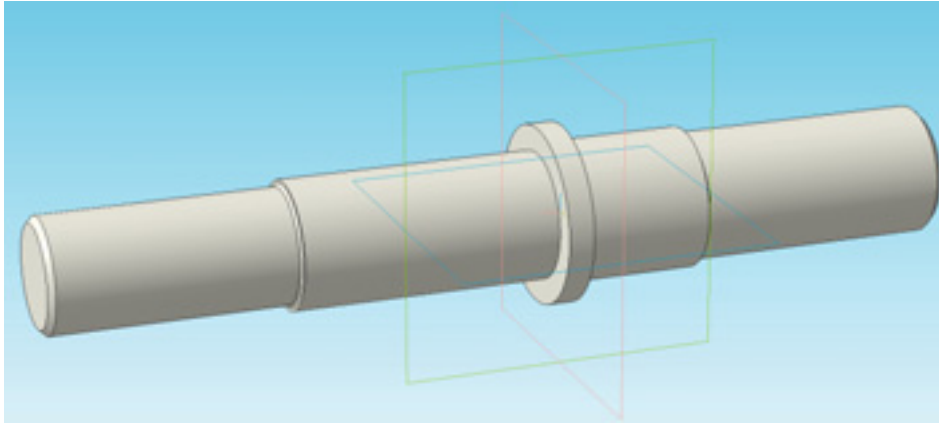

Bild 3.22:
- Rotieren Sie dann die Welle. Nennen Sie die beiden Features **Sk Welle** und **Rot Welle** und speichern Sie das Bauteil (Abb. 3.22).